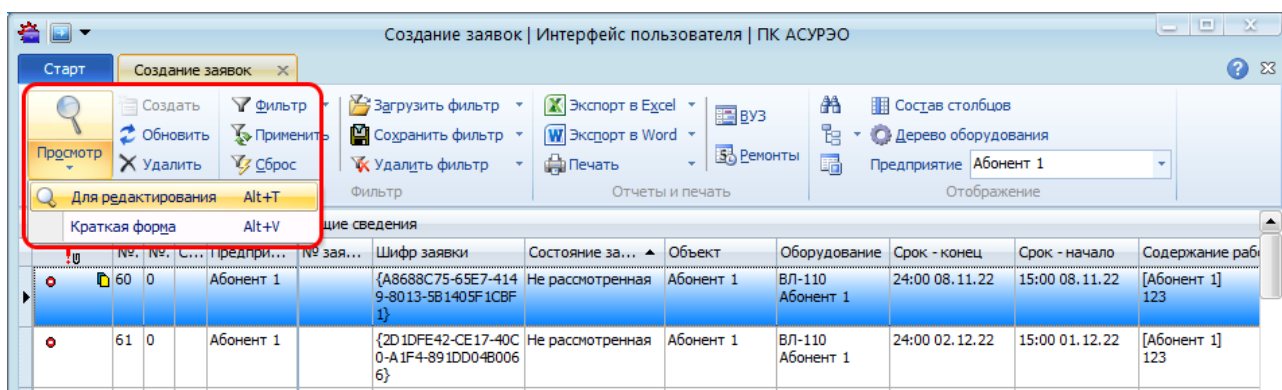
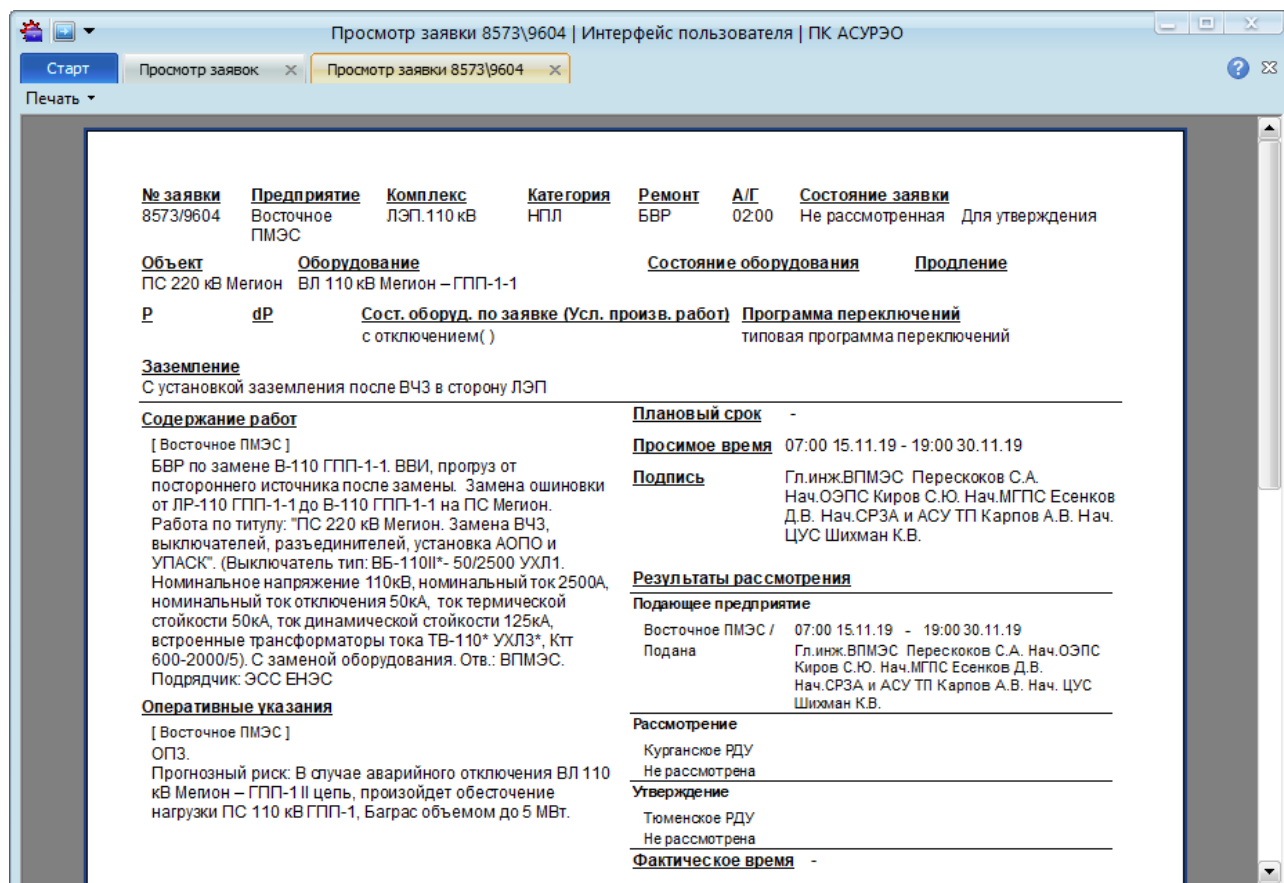
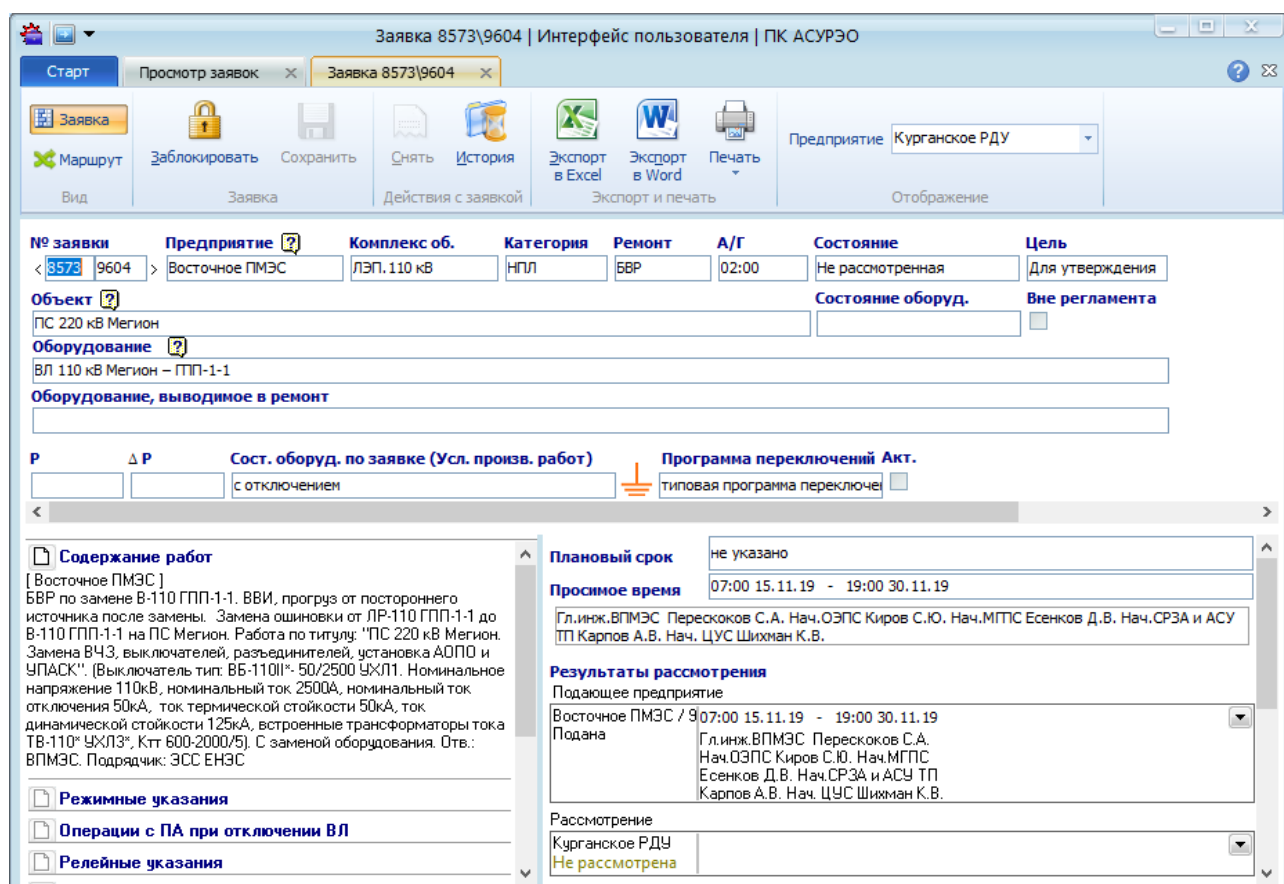

Рисунок 11.1 – Открытие ФОЗ
Рисунок 11.3 – Просмотр краткой информации о заявке
Рисунок 11.5 – Просмотр полной информации о заявке
- выбрать заявку в списке заявок и нажать на кнопку « Просмотр» на панели инструментов списка заявок (Рисунок 11.1);
Существует возможность просмотра краткой информации о заявке в виде отчетной формы. Для этого необходимо выделить заявку в списке заявок и выбрать пункт «Краткая форма» из раскрывающегося списка по нажатию кнопки « Просмотр» на панели инструментов (Рисунок 11.1). Форма краткой информации о заявке открывается на отдельной вкладке с названием «Просмотр заявки №» (Рисунок 11.3).
В режиме просмотра заявки редактирование полей не доступно, но в буфер обмена можно скопировать полный текст примечания по заявке (предприятие-автор и текст самого примечания). Для этого необходимо вызвать контекстное меню правой кнопкой мыши, при наведении на нужный тип примечания, и выбрать пункт «Копировать» (Рисунок 11.3). Скопированный текст можно вставить в любой текстовый редактор или в открытую для редактирования заявку (на ФОЗ).
Существует возможность просмотра полной информации о заявке на ФОЗ. Для этого необходимо выделить заявку в списке заявок и выбрать пункт «Для редактирования» из раскрывающегося списка по нажатию кнопки « Просмотр» на панели инструментов списка заявок (Рисунок 11.1). ФОЗ открывается на отдельной вкладке с названием «Заявка №» (Рисунок 11.5).
ФОЗ содержит информацию о заявке, которая сгруппирована на закладках «Заявка» и «Маршрут» (Рисунок 11.5).